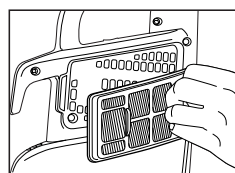

Fig. 2
2. Retirez le filtre en saisissant les poignées du filtre et en tirant le filtre hors de la machine (Fig. 2).